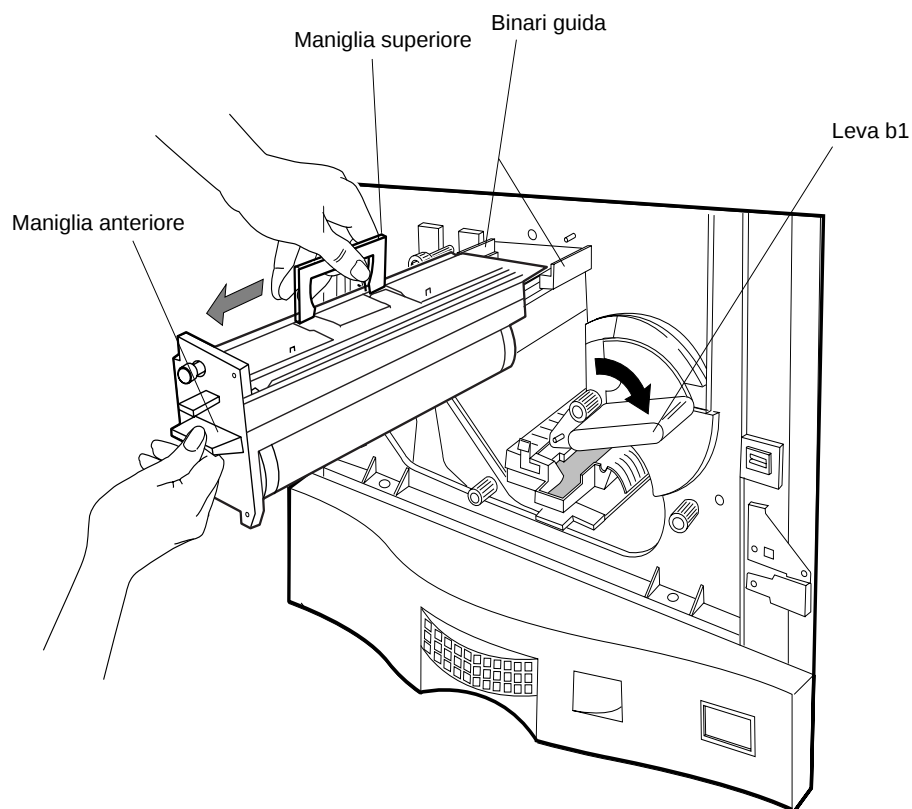

Figura 4-26 Rimozione del tamburo
2. Ruotare la leva b1 in senso orario, come mostrato nella Figura 4-26.
3. Usare le maniglie poste sulla parte superiore e anteriore del tamburo per estrarre il tamburo, come mostrato nella Figura 4-26.